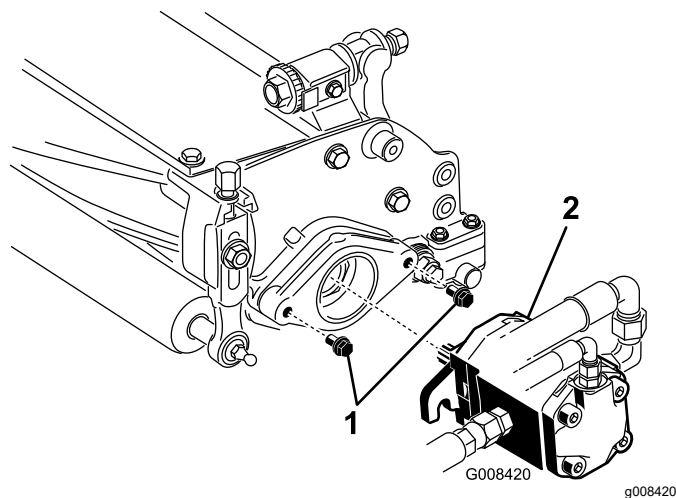

Figura 8
7. Asigurai-vă că există aproximativ 13 mm de filet expus pe fiecare urub de montare a motorului de acionare a cilindrului (Figura 8).
8. Acoperii arborele canelat al motorului cu lubrifiant curat i instalai motorul, rotindu-l în sensul acelor de ceasornic, astfel încât flanele motorului să se îndepărteze de tifturi. Rotii motorul în sens invers acelor de ceasornic până când flanele înconjoară tifturile (Figura 8).
9. Strângeți uruburile de montare (Figura 8).